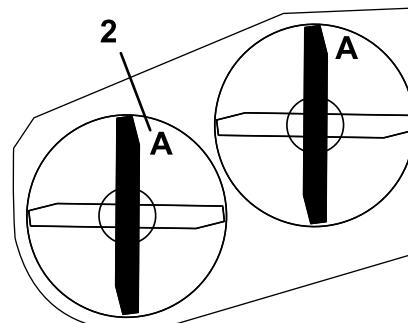

Figura 54
14. La cuchilla de la derecha debe estar a la misma altura que la cuchilla de la izquierda cuando ambas están orientadas hacia adelante (Figura 54 o Figura 55).
3. Gire las cuchillas hasta que los extremos estén orientados hacia adelante y hacia atrás (Figura 54 o Figura 55). Mida desde una superficie nivelada hasta el filo de corte, con las cuchillas en la posición **A** (Figura 54 o Figura 55). Anote esta dimensión.